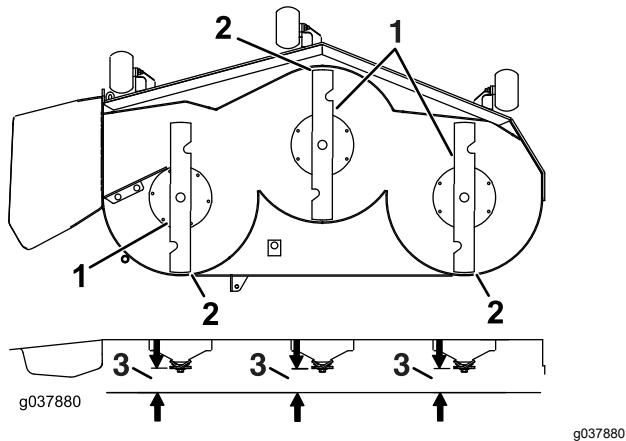

Figura 99
7. Vérifiez l'inclinaison avant/arrière des lames (Figura 99). Vérifiez que la pointe avant de la lame est plus basse que la pointe arrière, comme montré dans le tableau de hauteur de cales et d'inclinaison. Si un réglage est nécessaire, poursuivez cette procédure.